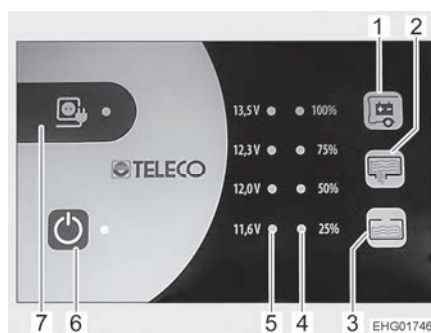

Fig. 154 Pannello di controllo (TP 310)
Il LED giallo accanto al simbolo del collegamento a rete " (Fig. 154,7) si accende, quando il veicolo è collegato a un'alimentazione di rete esterna. Il LED si accende anche se il pannello di controllo è spento.
- ▷ Per motivi di sicurezza, l'interruttore principale a 12 V (Fig. 154,6) non può essere attivato con il motore del veicolo in funzione, in modo da impedire l'uso del pannello di controllo durante la marcia.
L'interruttore principale a 12 V (Fig. 154,6) inserisce o disinserisce il pannello di controllo e l'alimentazione a 12 V dell'abitacolo.
- Premere l'interruttore " (Fig. 154,6): L'alimentazione a 12 V dell'abitacolo è inserita. Il LED diventa verde.
- Premere di nuovo l'interruttore " (Fig. 154,6): L'alimentazione a 12 V dell'abitacolo è disinserita. Il LED si spegne.
La scala LED (Fig. 154,5) indica la tensione della batteria dell'abitacolo nel modo seguente:
- Premere il tasto " (Fig. 154,1): Viene indicata la tensione della batteria dell'abitacolo.
La scala LED (Fig. 154,4) indica il livello del serbatoio dell'acqua potabile o del serbatoio delle acque grigie.
Premere il tasto "☰" (Fig. 154,2): Il livello di riempimento del serbatoio dell'acqua potabile è indicato dai LED accesi.
Premere il tasto "☷" (Fig. 154,3): Il livello di riempimento del serbatoio delle acque grigie è indicato dai LED accesi.